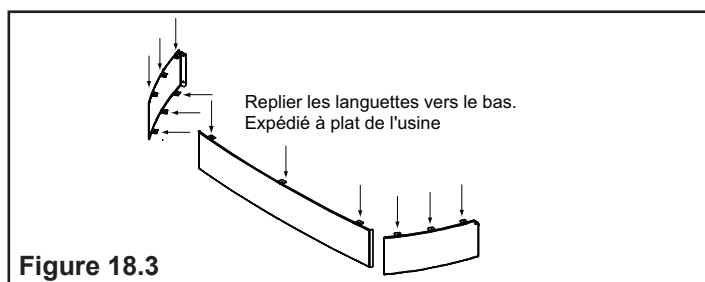

Figure 18.3
2. Posez la façade et les côtés avec leur face orientée vers le bas. Recourbez les languettes vers l'intérieur. **Figure 18.3**